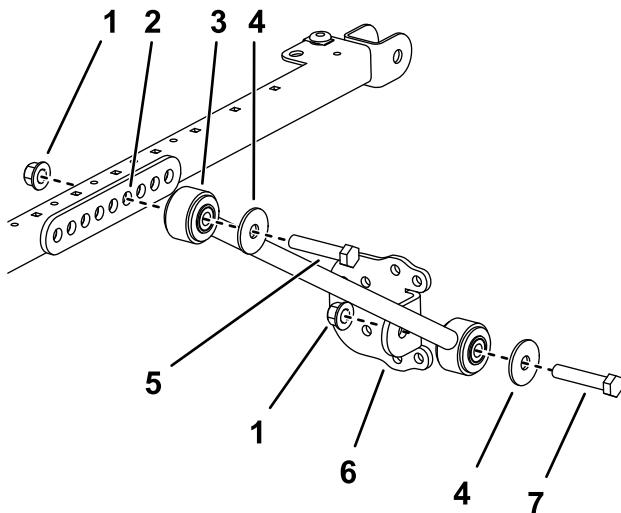

Рисунок 18
- С каждой стороны рамы солнцезащитного навеса прикрепите, не затягивая, удлинительное звено к четвертому отверстию кронштейна подпорки с помощью 2 болтов (½ x 2¾ дюйма) и 2 фланцевых гаек (½ дюйма), как показано на рис. Рисунок 18.
11. Прикрепите, не затягивая, кронштейн подпорки к каждой подпорке с помощью болта ($\frac{1}{2} \times 2\frac{1}{2}$ дюйма), шайбы ($\frac{1}{2}$ дюйма) и фланцевой гайки ($\frac{1}{2}$ дюйма), как показано на Рисунок 18.